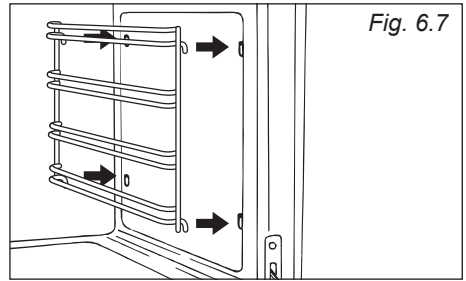

Fig. 6.7
- Agganciare i telai laterali ai fori delle pareti laterali dell'interno del forno (fig. 6.7)